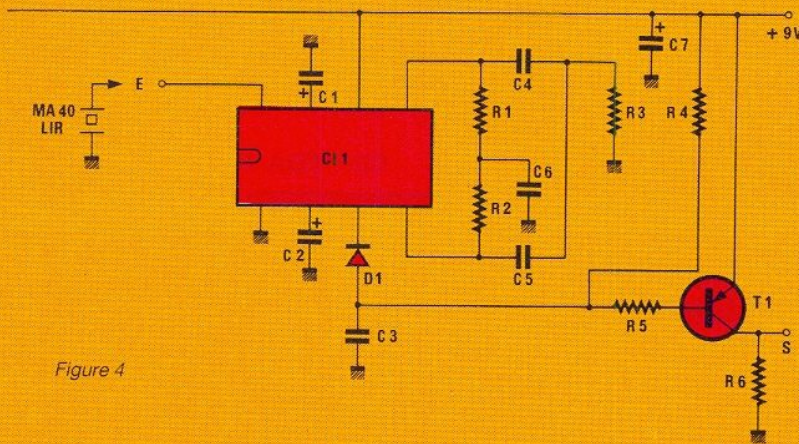

Figure 4
**L**e schéma de la **figure 4** fait appel à un circuit intégré qui a été développé par SIEMENS dès les premiers pas des télécommandes à infrarouges, le TDA 4050.